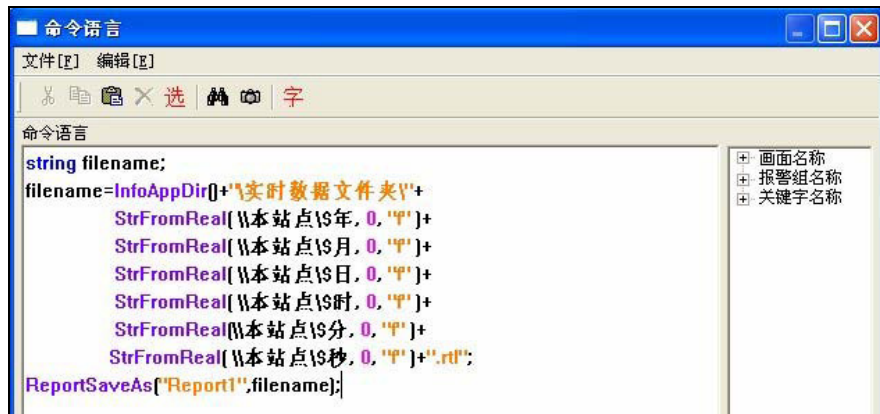

图 5-13 实时数据报表的存储命令语言
- (1) 在当前工程路径下建立一文件夹：实时数据文件夹。
- (2) 在“实时数据报表画面”中添加一按钮，按钮文本为：保存实时数据报表。
- (3) 在按钮的弹起事件中输入如下命令语言，如图 5-13 所示。命令语言如下：